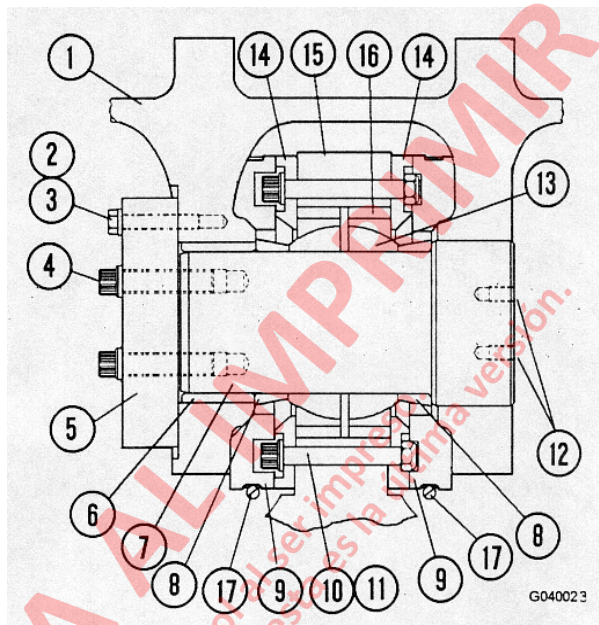

FIGURA 4-1. CONJUNTO DEL PASADOR PIVOTE
9. Retire el Perno de máquina (2, Figura 4-1) y las golillas de seguridad (3). Retire los Pernos de máquina (4). Retire la placa de fijación (5).
10. Monte un extractor, empleando los orificios roscados (12) en la cabeza del pasador. Saque el pasador (7).
1. Suba el ojal del pivote (15, Figura 4-1) a su posición.
2. Asegúrese de que la pista interna del rodamiento esférico esté alineada. Monte los anillos de la cubierta (9) y espaciadores (8). Monte el pasador (7).
3. Coloque la placa del retén (5) alineando los Pernos con los orificios de los Pernos en los pasadores. Instale los Pernos.
4. Haga rotar el pasador y la placa de fijación para alinear los Pernos (2) con los orificios del chasis.
- a. Instale los pernos (2) y golillas de seguridad (3).
- b. Apriete los pernos (2) a **175 ft.lbs. (237 N.m)** de torque.
- c. Apriete los pernos (4) a **175 ft.lbs. (2325 N.m)** de torque
5. Instale el cable a tierra y la cañería de lubricación. Presurice la cañería de lubricación para asegurar que el rodamiento (13) reciba grasa.
6. Instale abrazaderas (17) a los anillos de la cubierta (9). Apriete las abrazaderas lo suficiente para sujetar las cubiertas en su lugar.